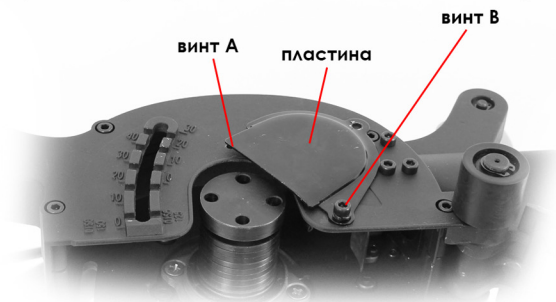

Рис.2
2. Открутите винт А с внутренним шестигранником М5 на боковой защитной пластине, затем ослабьте (но не удалите) второй винт В и сдвиньте пластину вверх направо (Рис. 2).